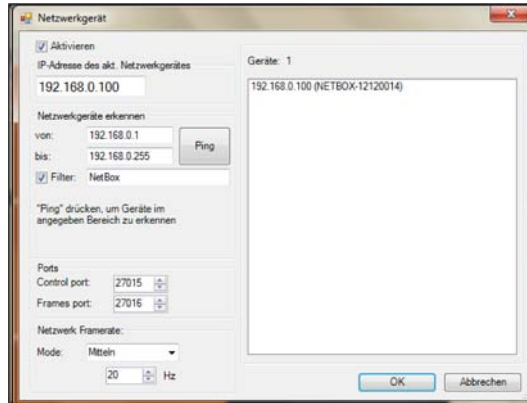

Abb. 18 Suche von Netzwerkgeräten in TIMConnect
- ➡ In dem sich öffnenden Fenster, siehe Abb. 18, setzen Sie bitte einen Haken bei Aktivieren und geben bei IP-Adresse des akt. Netzwerkgerätes die IP-Adresse des thermoIMAGER TIM NetPC (192.168.0.100) ein.
Unter Netzwerk Framerate, siehe Abb. 18, können Sie die über das Netzwerk zu übertragende Bildfrequenz eintragen.